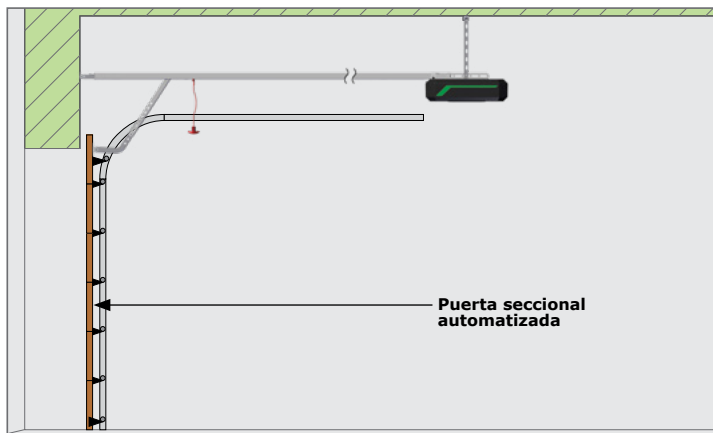

FIGURA 5
- El riel de accionamiento debe instalarse de manera perpendicular a la puerta, tal y como se ilustra en la Figura 5